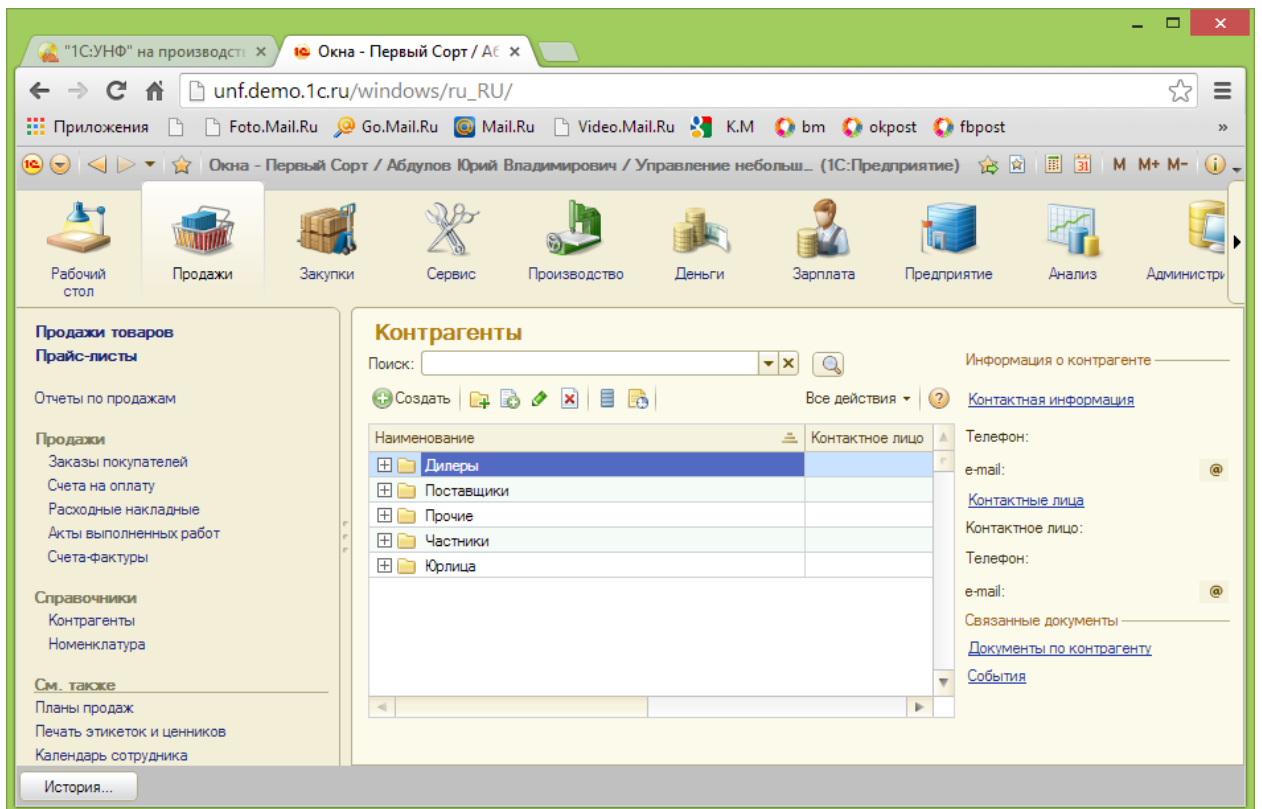

Рисунок 145 Справочник Контрагенты
8. На вкладке подсистемы «Продажи» откройте справочник «Контрагенты» (рис. 145), изучите особенности работы фирмы с покупателями, поставщиками, прочими организациями и частыми лицами.